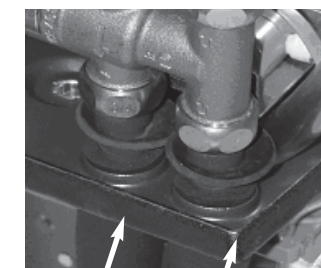

Рис. 12: Склейте изоляцию с резиновыми уплотнительными манжетами
- Склейте изоляционный материал с окантовкой отверстий бокового поддона (см. рис. 12).